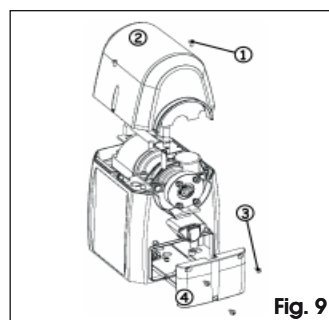

Fig. 9
1. Draai de twee bevestigingsschroeven van de bovenkant van de behuizing los, Fig. 9 ref. ①, en verwijder de behuizing, Fig. 9 ref. ②.
2. Draai de drie schroeven los, Fig. 9 ref. ③, waarmee het deksel van de kaart wordt afgesloten, Fig. 9 ref. ④.